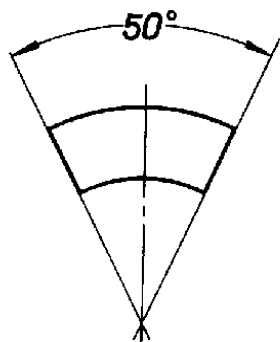
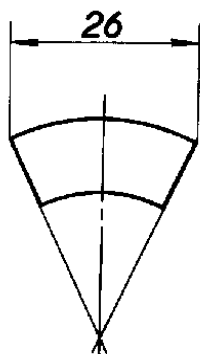
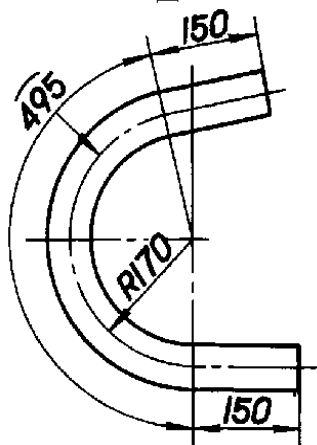

图 21
图 22
图 24
2.3.5 标注角度的尺寸界线应沿径向引出（图21）。标注弦长或弧长的尺寸界线应平行于该弦的垂直平分线（图22、23），当弧度较大时，可沿径向引出（图24）。